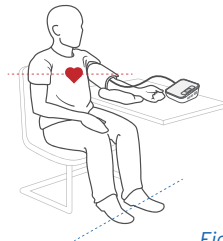

Fig. 1.1
- Sedersi su una sedia con i piedi completamente appoggiati a terra e le braccia distese sul tavolo di modo che il bracciale sia allo stesso livello del cuore. [Fig. 1.1]